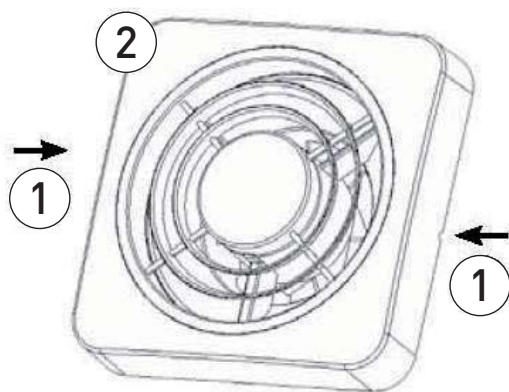

Fig. 8
1. Décrochez le couvercle (2) du porte-moteur en appuyant sur les trous latéraux (1) à l'aide d'un petit tournevis (fig. 8).